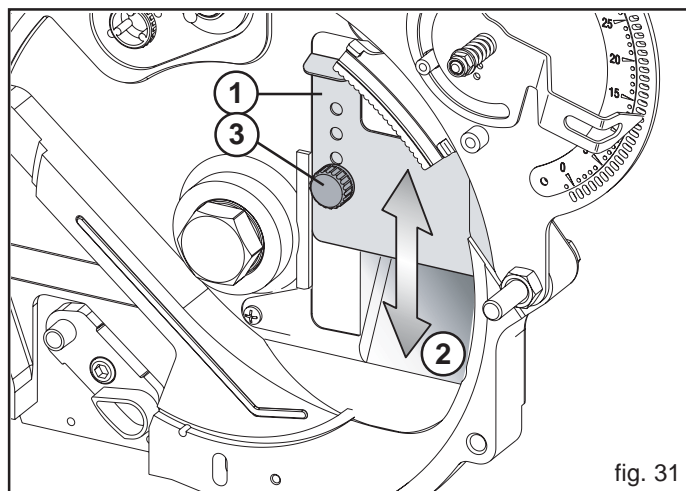

fig. 31
La plaqueta para antidesbordamiento (1 Fig. 31) se puede ajustar en tres posiciones y define la amplitud de la luz de entrada de las semillas (2 Fig. 31), de modo que las mismas no puedan salirse del distribuidor debido a una alimentación excesiva.
**NOTA:** Cerciórese de que el pomo (3, Fig. 31) esté bien apretado.